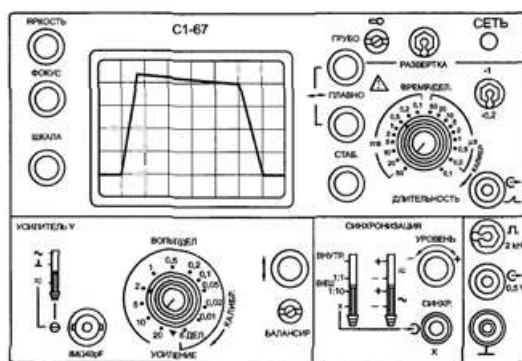

Рисунок 17 – Лицевая панель осциллографа С1-67
2. Выполните задания, используя изображение экрана осциллографа С1-67 (рис. 17).